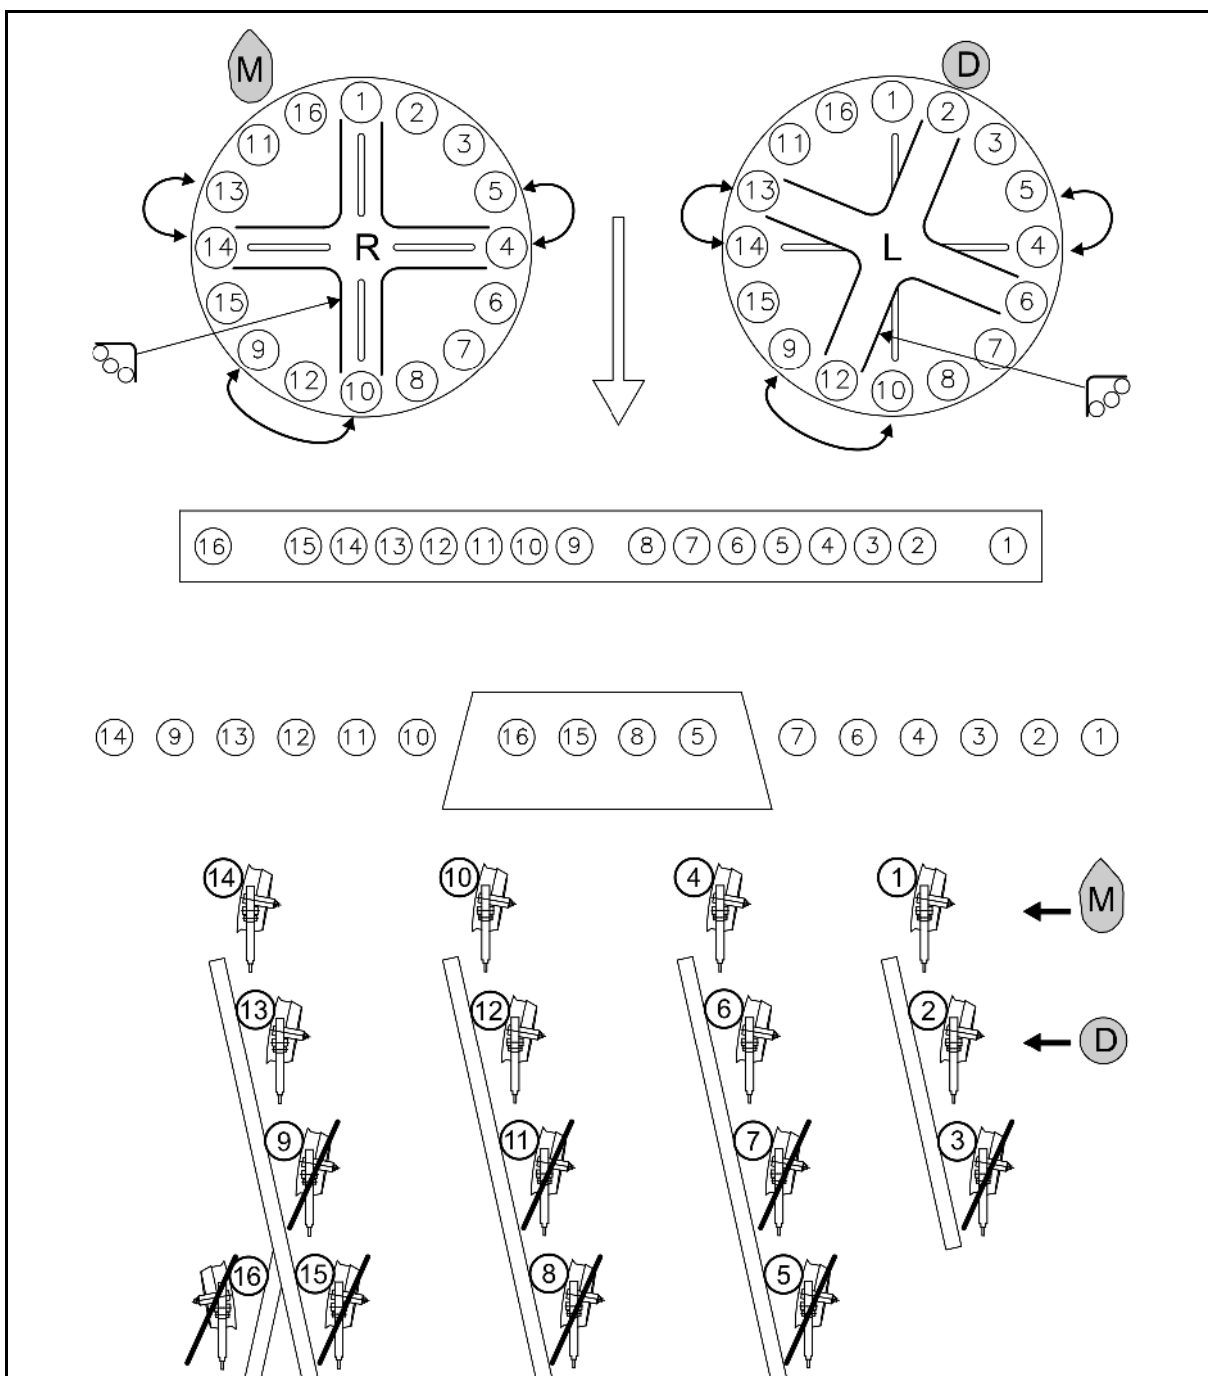

Рис. 38
- Кукуруза ^M: установите заслонки согласно Рис. 38.